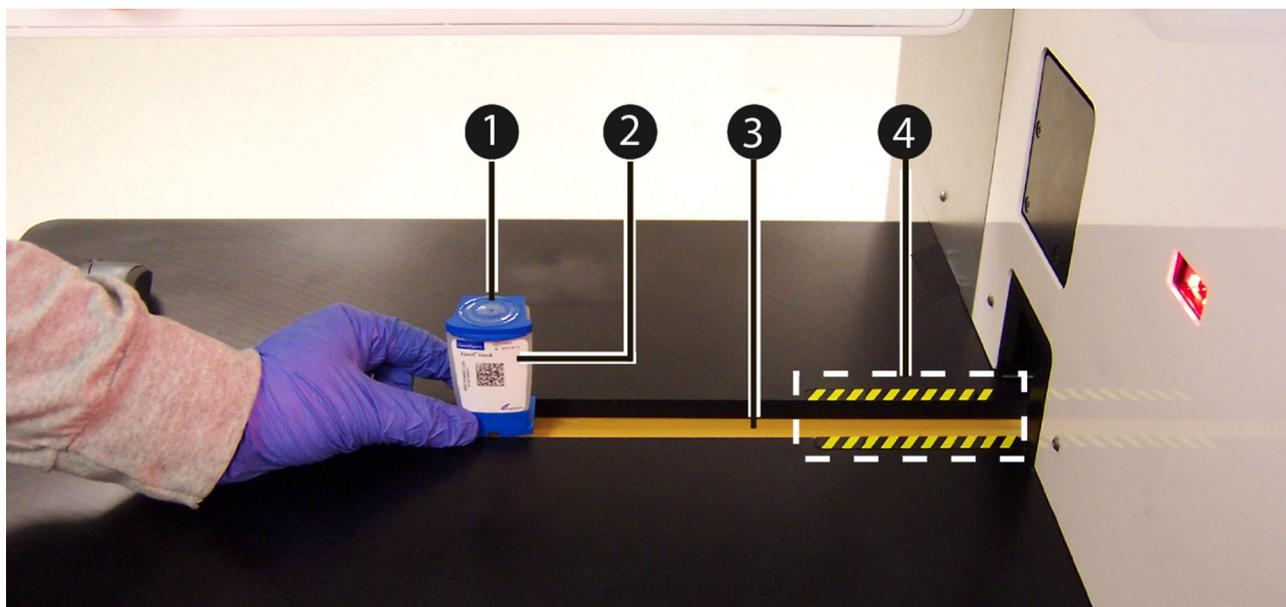

图 5-177. 将检测盒放在传送带上
4. 如图 5-177 所示，将检测盒 (1) 装入（或放在）黄黑相间线 (4) 外侧的传送带 (3) 装入区。确保将检测盒的标签 (2) 朝向自己放在传送带上。